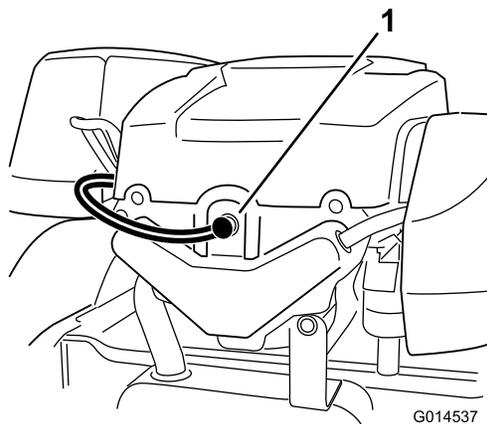

Figura 34
2. Puxe o cabo da vela (Figura 34). Para evitar qualquer dano, limpe à volta da vela de ignição para impedir que entrem impurezas para dentro do motor.
3. Coloque o cabo na vela de ignição (Figura 34).